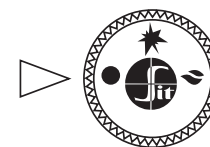

Рис. 7
- 7.2. В исходном (выключенном) положении ручка управления находится в положении **«точка»** (рис. 7). Пилотная и основные горелки погашены (подача газа к ним заблокирована).
- 7.5. **Выключение аппарата** производится путем поворота ручки в положение **«точка»** (рис. 7). При этом пилотная и основные горелки (если горят) погаснут.